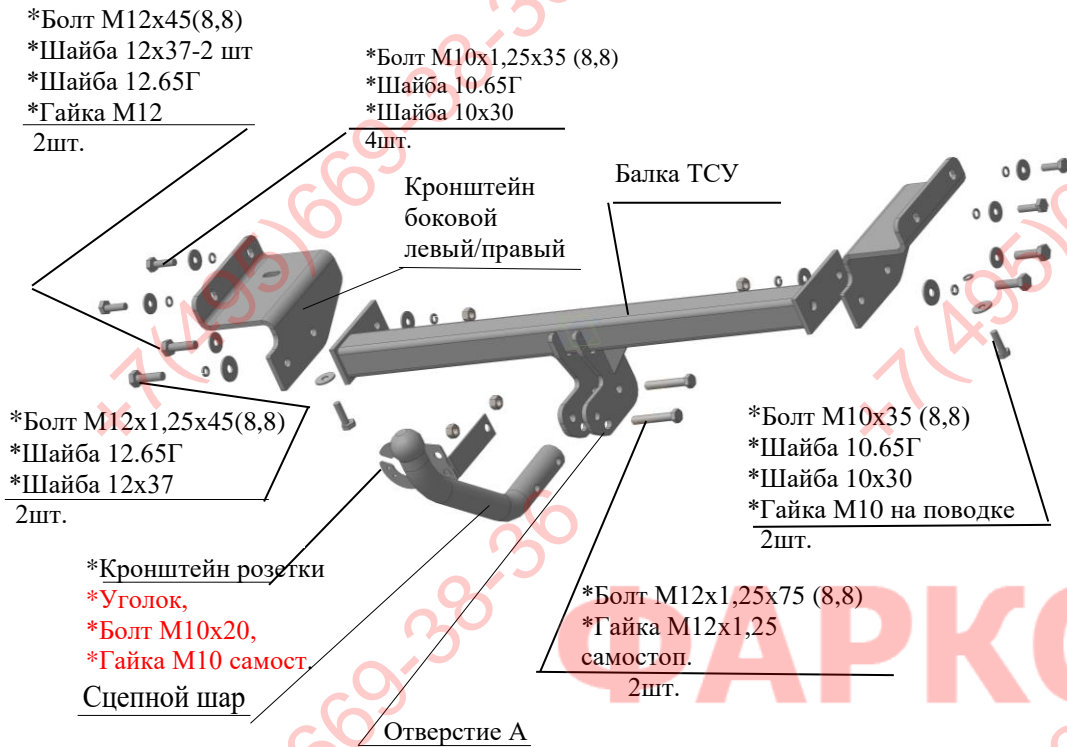

Рис.1 Тягово-сцепное устройство ТСУ 7261.
2.1 ТСУ 7261 в сборе (рис.1)	1 шт.
2.2 Пакет с комплектующими (см. рис.1)	1 шт.
4.2 Закрепить боковые кронштейны ТСУ (левый и правый соответственно рис.1) к боковым наружным полкам лонжеронов а/м болтами М10х1,25х35 используя гайки штатные, подложив под головки болтов шайбы 10.65.Г и шайбы 10х30. Закрепить кронштейны к нижним полкам лонжеронов болтами М10х35 и гайками М10 на поводке (на рис.1 условно не показаны), вставив гайки на поводке внутрь лонжеронов и подложив под головки болтов шайбы 10.65Г и шайбы 10х30. Крепеж не затягивать.